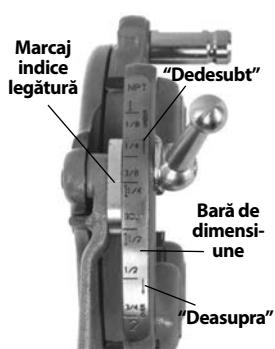

Figura 9 – Verificare dimensiune filet
3. Porniți cu marcajul indicelui de legătură aliniat cu marcajul de dimensiune dorit pe bara de dimensiuni. Pe capetele-filieră Mono și pentru șuruburi, poziționați marcajul de cuplare la linia din bara de dimensiuni. Pentru filetele de șurub cu cap-filieră Universal, poziționați toate cuțitele-filieră pentru șuruburi la linia BOLT (ŞURUB) pe bara de dimensiuni (Figura 9).